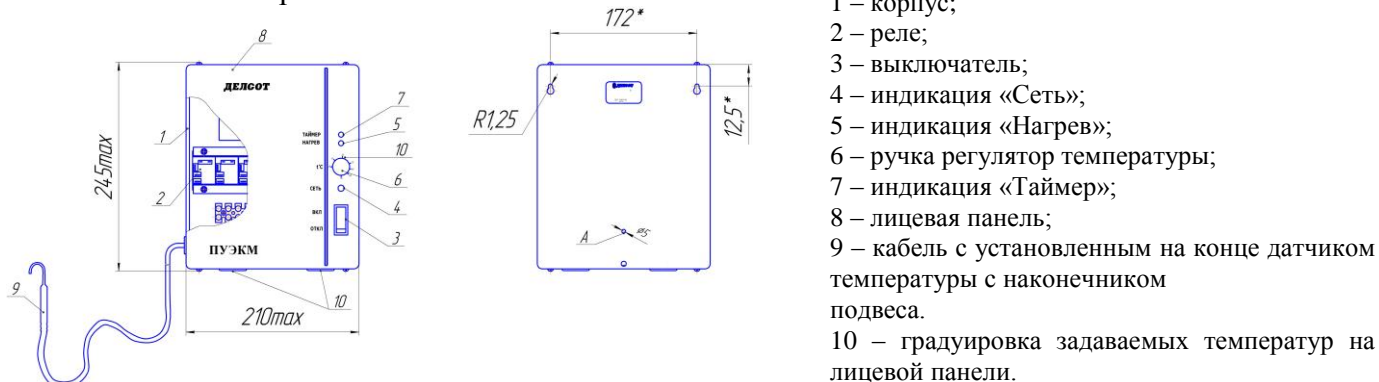

Рисунок 1 - Пульт управления
5.1 Пульт управления (рисунок 1) состоит из пластикового корпуса поз. 1 с размещенной внутри него платой управления, обеспечивающей с помощью электромагнитных реле поз. 2 включение и выключение нагревательных элементов электрокаменки. На лицевой панели поз. 8 пульта выведены световая индикация поз. 4,5,7, выключатель поз. 3, регулятор температуры поз. 6 с градуировкой 10 от 30° С до 115° С (через 15° С). Непосредственно к клеммам платы управления подсоединен 3-х метровый высокотемпературный кабель с установленным на конце датчиком температуры и наконечником для подвеса в сауне (бане).
6.2 Пульт управления устанавливается в отдельном от сауны помещении, вертикально на высоте 1,4 - 1,7 м от пола на стенах, в хорошо освещенном, отапливаемом и сухом помещении, без повышенной пожарной опасности, с невзрывоопасной средой, не содержащей вредных паров, кислот, газов, токопроводящей пыли и т.п. Для защиты от несанкционированного съема пульта, его необходимо зафиксировать на стене шурупом диаметром 4мм, ввернув его в стену через отверстие «А» на основании блока (см. рисунок 1). Фиксацию производить при монтаже, при снятых лицевой панели и ручки 6 регулятора температуры (см. рисунок 1).
6.5. Ввод проводов в пульт управления осуществляется через уплотнительные втулки поз. 10 (см. рисунок 1).
6.6 Наконечник подвеса с датчиком температуры кабеля поз. 9 (см. рисунок 1) через отверстие в стене ввести внутрь сауны. Трехметровый кабель с датчиком температуры подвесить на крючках на высоте не менее 1 - 1,2 метра от верхней части каменки. Датчик и кабель не должны находиться ближе 1 м от нагревательных и охлаждающих устройств. **Кабель датчика не подлежит капитальной заделке в стенах бани (сауны). При неисправности пульта он должен вместе с датчиком и кабелем предъявляться в ремонтные службы или предприятию-изготовителю.**